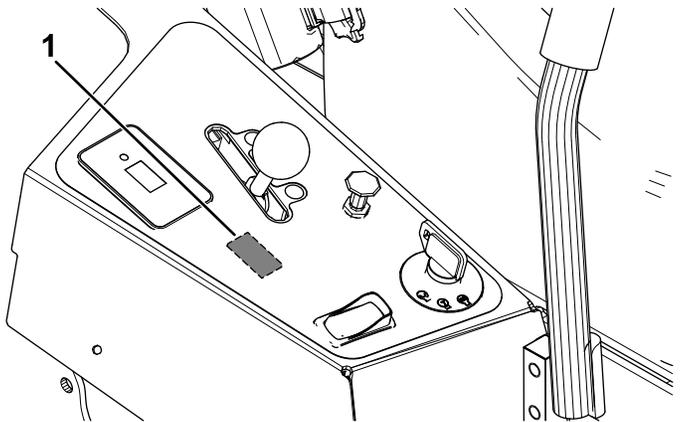

Figure 5
1. Découpez l'ouverture sur l'autocollant du panneau de commande correspondant à l'interrupteur à bascule de phare (Figure 5).